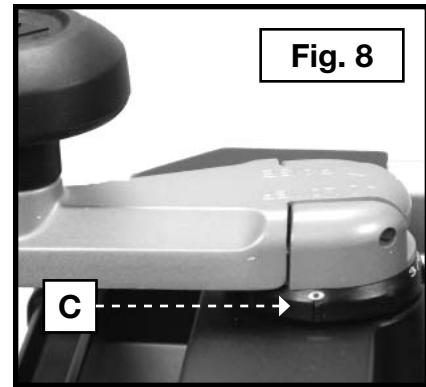

Fig. 8
NOTA: El mango de ajuste del cabezal de corte cuenta con marcas (C) Fig. 8 para realizar cortes precisos.